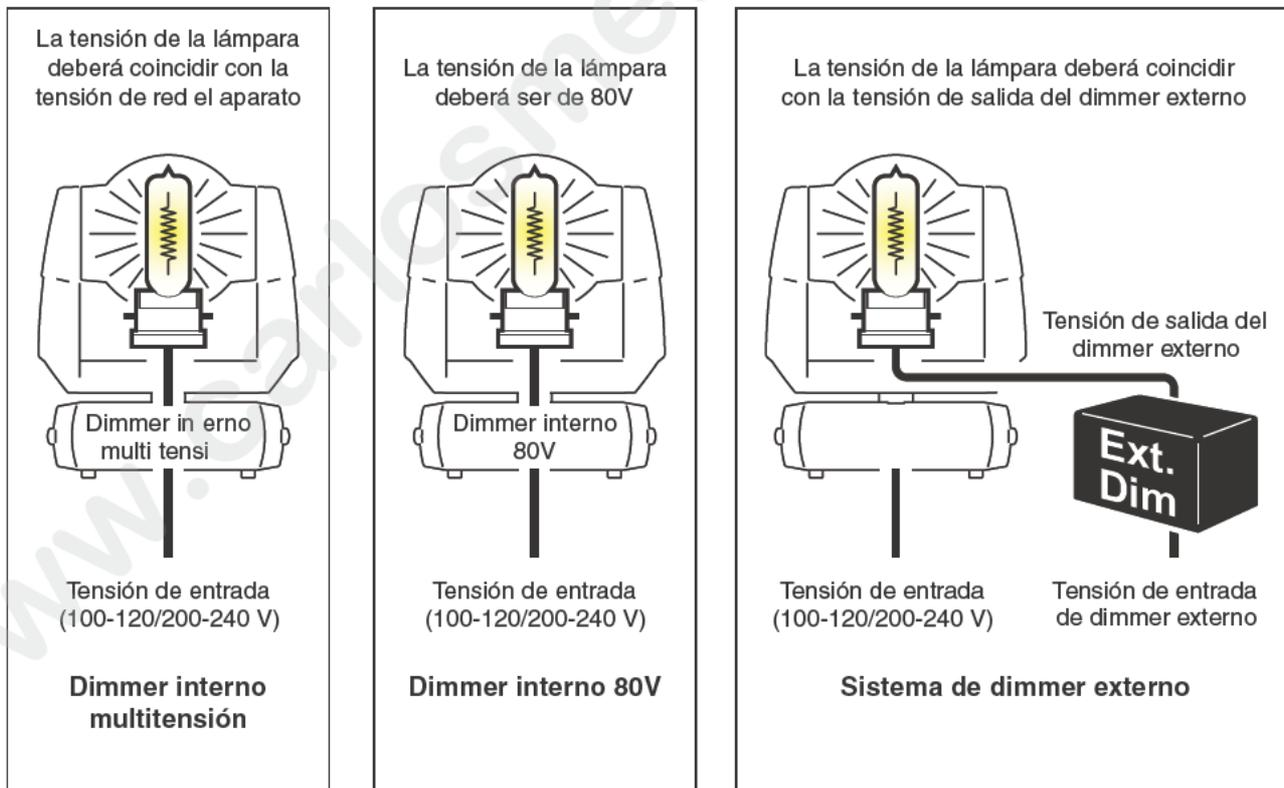

Figura 4: Opciones de dimmer y tensión de lámpara
El MAC TW1 dispone de tres opciones diferentes de dimmer. Dependiendo de la opción utilizada, tensión de la lámpara deberá coincidir con la tensión suministrada por el sistema de dimmer (ver Figura 4):
2. Observar la figura 4. Comprobar que existe una lámpara con las características adecuadas para el dimmer interno instalada en el aparato.